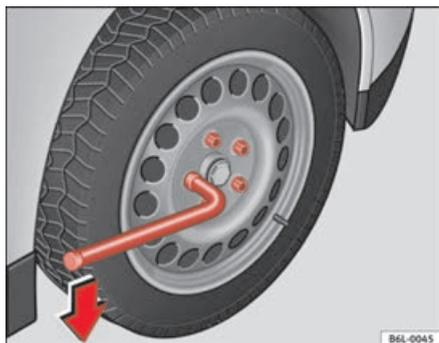

Fig. 142 Cambio di una ruota: allentare i bulloni della ruota
- Afferrare la chiave il più possibile verso l'estremità e ruotarla di circa un giro verso **sinistra** ⇒ fig. 142.